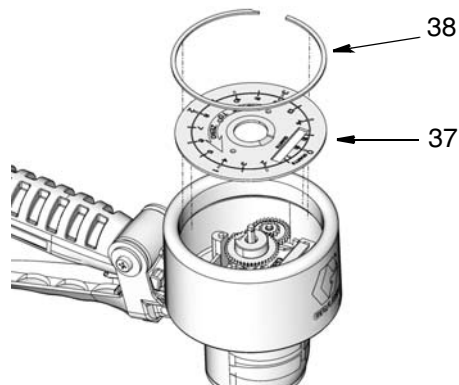

FIG. 22
- Montez le cadran (37) et la grande bague d'attache (38) (FIG. 22).